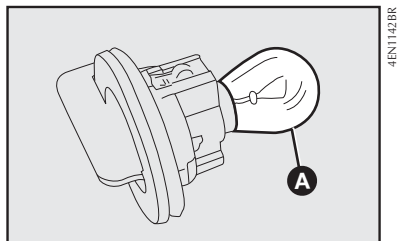

fig. 37
- 2) quitar la lámpara **A-fig. 37**, empujándola un poco y girándola en sentido horario;